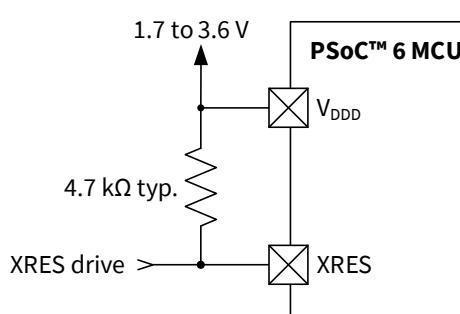

Figure 6 XRES 接続ダイヤグラム
- 外部ソースを使用してデバイスをリセットする外部リセット専用ピン (XRES)。XRES ピンはアクティブ LOW です。Figure 6 に示すように、 V_{DDD} へのプルアップ抵抗またはアクティブドライブ回路のいずれかに接続できます。プルアップ抵抗を使用する場合は、その値を選択して、ピンが Low に引き下げられたときの電流引き込みを最小限に抑えます。4.7 kΩ ~ 100 kΩ が標準です。